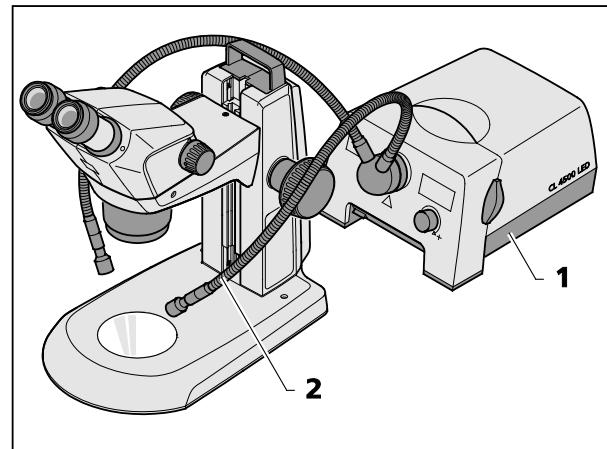

Fig. 15 Montar o iluminador externo de fibra óptica
- Ligar o iluminador externo de fibra óptica (Fig. 15/1), regular a intensidade luminosa e ajustar a iluminação, posicionando os dois condutores de fibra óptica (Fig. 15/2) de maneira que o objeto seja iluminado ótimamente.